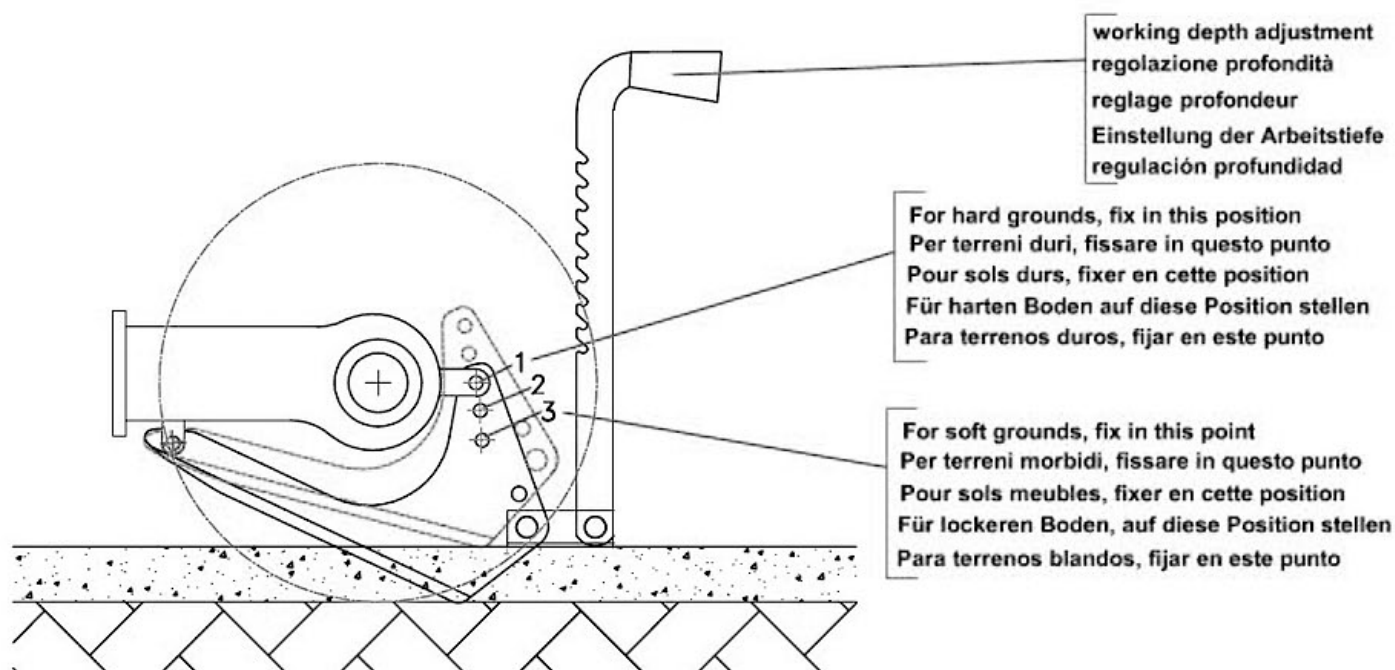

Fig. 4B
- Для твёрдой почвы закрепить в первой точке (Рис. 4B п. 1)
- Для мягкой почвы закрепить в третьей точке (Рис. 4B п. 3)